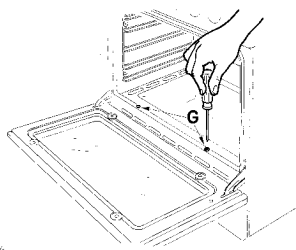

Fig.5
- Avlägsna ugnsfalsen (Fig.5).